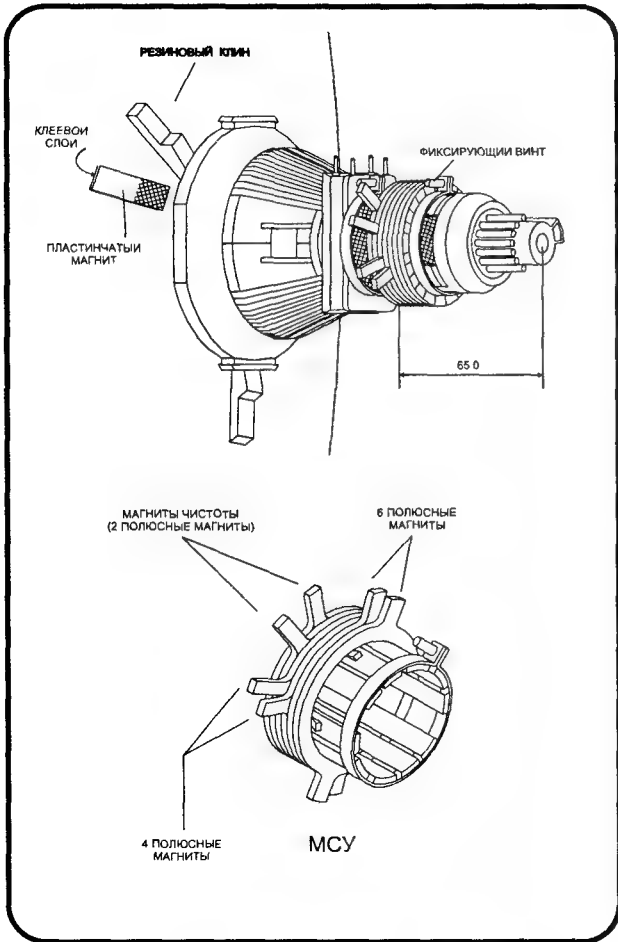
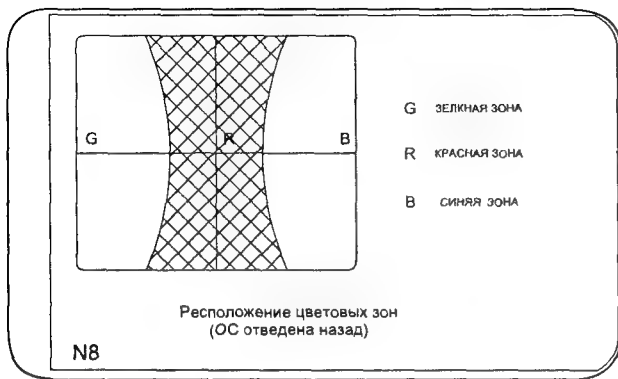

Рис. 8.10. Отклоняющая система
Рис. 8.11. Расположение цветовых зон
1. Устанавливают ОС на горловину кинескопа, затем временно фиксируют ее винтом (рис. 8.10).
6. Отпускают фиксирующий винт ОС (рис. 8.10) и отводят ОС назад так, чтобы на экране отображалась вертикальная красная зона (рис. 8.11).
7. Раздвигая и вращая планки двухполюсных магнитов чистоты цвета (рис. 8.9), устанавливают красную зону в центр экрана, при этом размеры зеленой и синей зон должны быть одинаковыми (рис. 8.11).
18. Для дополнительного сведения лучей кинескопа в углах кинескопа используют пластинчатые магниты (рис. 8.10). Помещают магнит между ОС и кинескопом, перемещая его, находят оптимальное положение и закрепляют магнит.